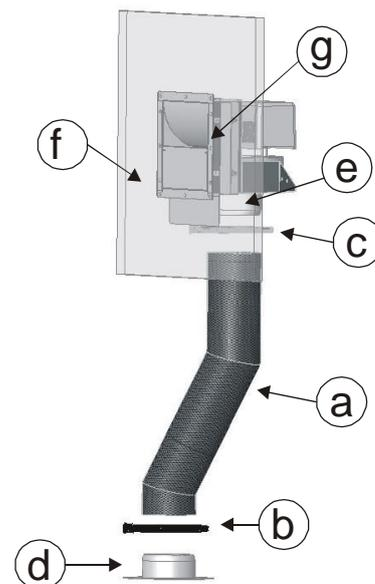

Figure 1– Raccordement des tuyaux
Avant d'installer le KIT COMFORT AIR à ventilation naturelle ou forcée, s'assurer de bien avoir préparé le matériel comme suit (fig.1) :
1. **En cas de ventilation naturelle** : raccorder les tuyaux flexibles (a) et les brides (d)  $\varnothing 150$  aux raccords situés sur la partie supérieure du monobloc (fig.1).